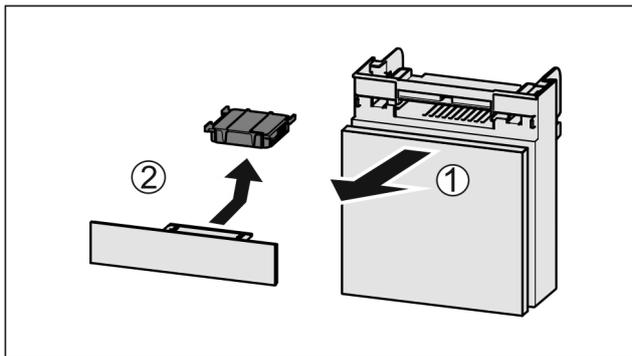

Fig. 115
- ▶ Estrarre il vano tirando in avanti Fig. 115 (1).
- ▶ Rimuovere il filtro a carboni attivi Fig. 115 (2).